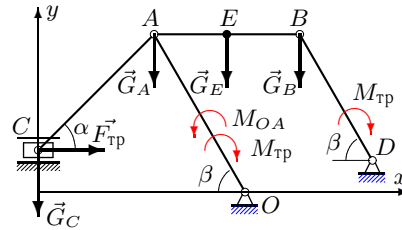

Рис. 154
1. Вычисляем угловые скорости звеньев механизма и скорости точек A , B , C , E . Вводим систему координат xyz (рис. 154). Ось z перпендикулярна плоскости чертежа. Составляем кинематические уравнения: